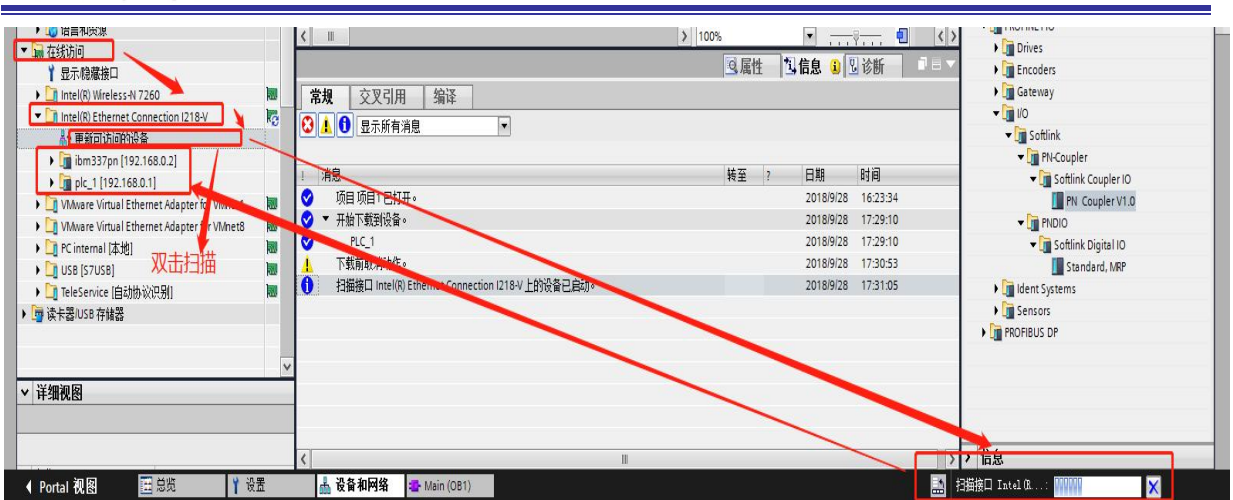

图 4-15 在线访问扫描设备
在下载设备前请在项目树中找到【在线访问】→ Intel(R) Ethernet Connection I218-V → 双击【更新可访问的设备】则可扫描检测到 PLC 设备及耦合器 IBM337PN，在扫描设备前，请通过以太网连接到 PLC 设备及模块，将 PC 端的 IP 地址网段与 PLC 控制器保持一致。扫描步骤请查看图 4-15